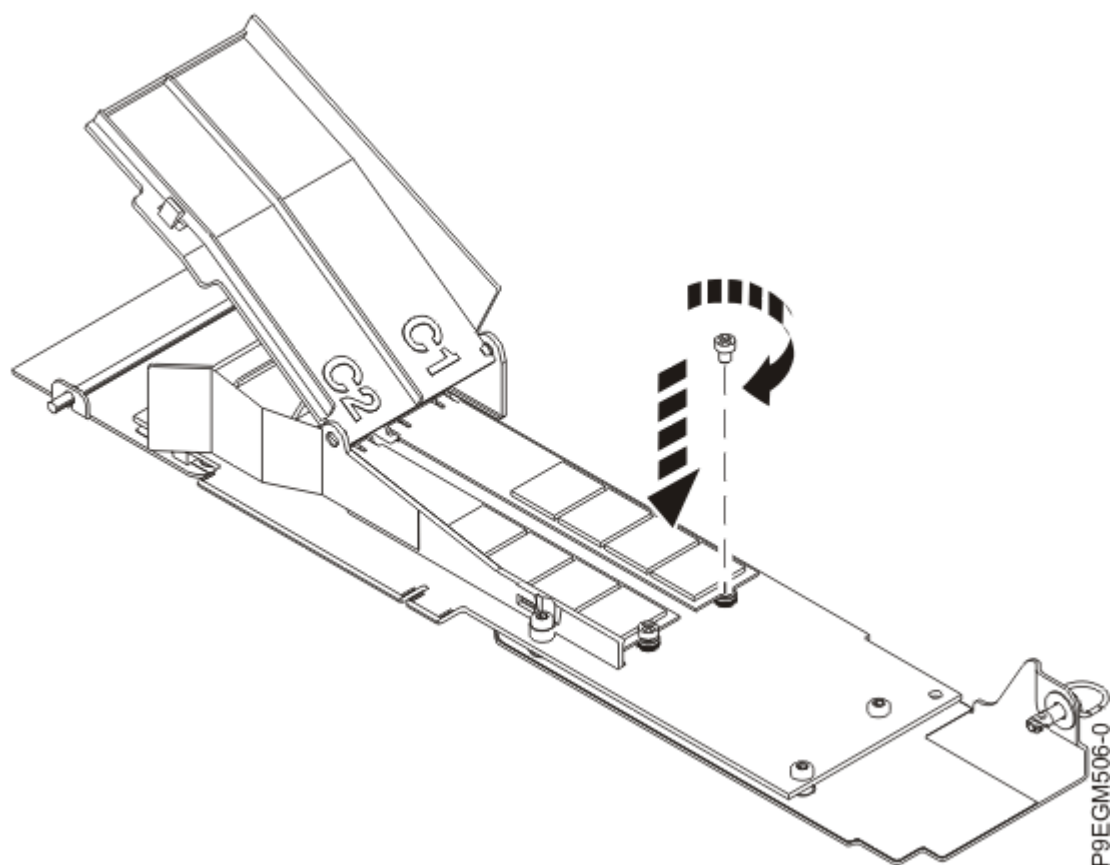

Figura 6. Fixar o módulo flash NVMe M.2 na placa portadora
4. Com uma chave de parafusos Phillips, fixe o módulo flash na placa portadora NVMe M.2 Figura 6 na página 9.